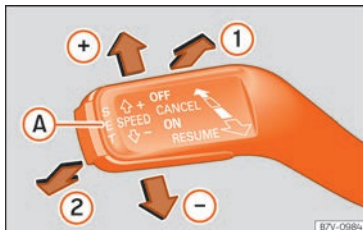

Fig. 49 À gauche de la colonne de direction : contacteur et commandes d'utilisation du GRA.
- Connecter le GRA : placez le levier en position **ON** (1) »» fig. 49. Le système se met en marche mais il n'effectue aucune régulation car aucune vitesse n'a été programmée.
- Activer le GRA : appuyez sur le bouton **SET** (A) »» fig. 49. La vitesse est mémorisée et maintenue.
- Déconnecter le GRA temporairement : placez le levier en position **CANCEL** (2) »» fig. 49 puis relâchez-le ou appuyez sur la pédale de frein ou d'embrayage. Le réglage est désactivé temporairement.
- Reconnecter le GRA : placez le levier en position **RESUME** (1) »» fig. 49 puis relâchez-le. La vitesse mémorisée sera de nouveau enregistrée et régulée.
- Déconnexion du GRA : déplacez le levier en position **OFF** (2) »» fig. 49. La vitesse mémorisée est effacée et le système est déconnecté.